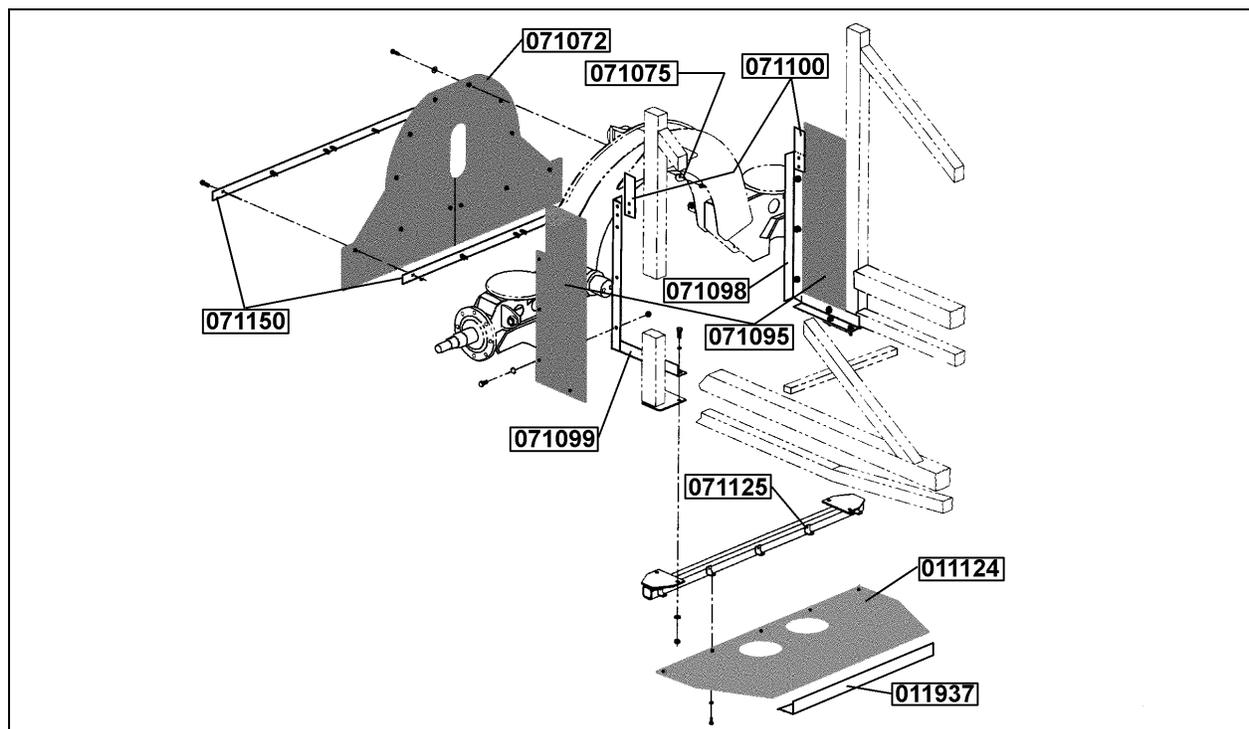

FIGURE 6 : PANNEAUX DE PROTECTION DE LA TRANSMISSION POUR LES VÉHICULES DE SÉRIE H3
1. Souder les cinq supports (Prévost #071125) sur la traverse et souder le support (Prévost #011937) sur l'autre traverse (voir les figures 6 et 7). Utiliser le panneau de protection (Prévost #011124) comme gabarit pour positionner les supports. Laisser les soudures refroidir puis enlever les scories (résidus de soudure). Repeindre les surfaces. Insérer le panneau de protection entre le support (Prévost #011937) et la traverse et utiliser les cinq vis autotaraudeuses (Prévost #502810) et cinq rondelles (Prévost #500270) pour fixer le panneau de protection sous la transmission.
3. Utiliser le panneau de protection avant (Prévost #071072) comme gabarit pour positionner les six supports (Prévost #071075). Souder les supports en place et laisser les soudures refroidir puis enlever les scories (résidus de soudure). Repeindre les surfaces. Fixer le haut du panneau de protection avec six vis (Prévost #5001418), rondelles plates larges (Prévost #5001417) et écrous (Prévost #502216). Se servir aussi du panneau de protection avant comme gabarit pour percer les supports de moyeux de l'essieu porteur. Installer les deux renforts (Prévost #071150), un à l'avant du panneau de protection et l'autre entre le panneau de protection et l'essieu porteur. Fixer avec six vis (Prévost #5001418), rondelles (Prévost #500270) et écrous (Prévost #502216) (voir figures 6 et 8).